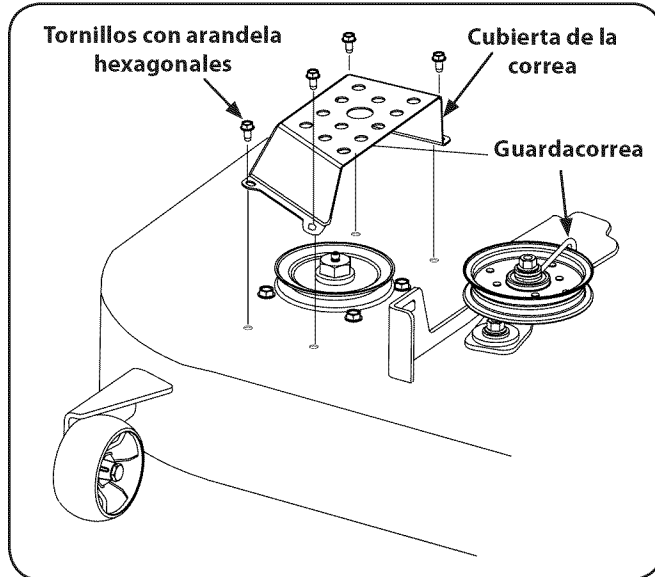

Figura 7-10
4. Instale la nueva correa alrededor de las poleas del husillo tal como se muestra en la Figura 7-10 y vuelva a instalar las cubiertas de la correa.